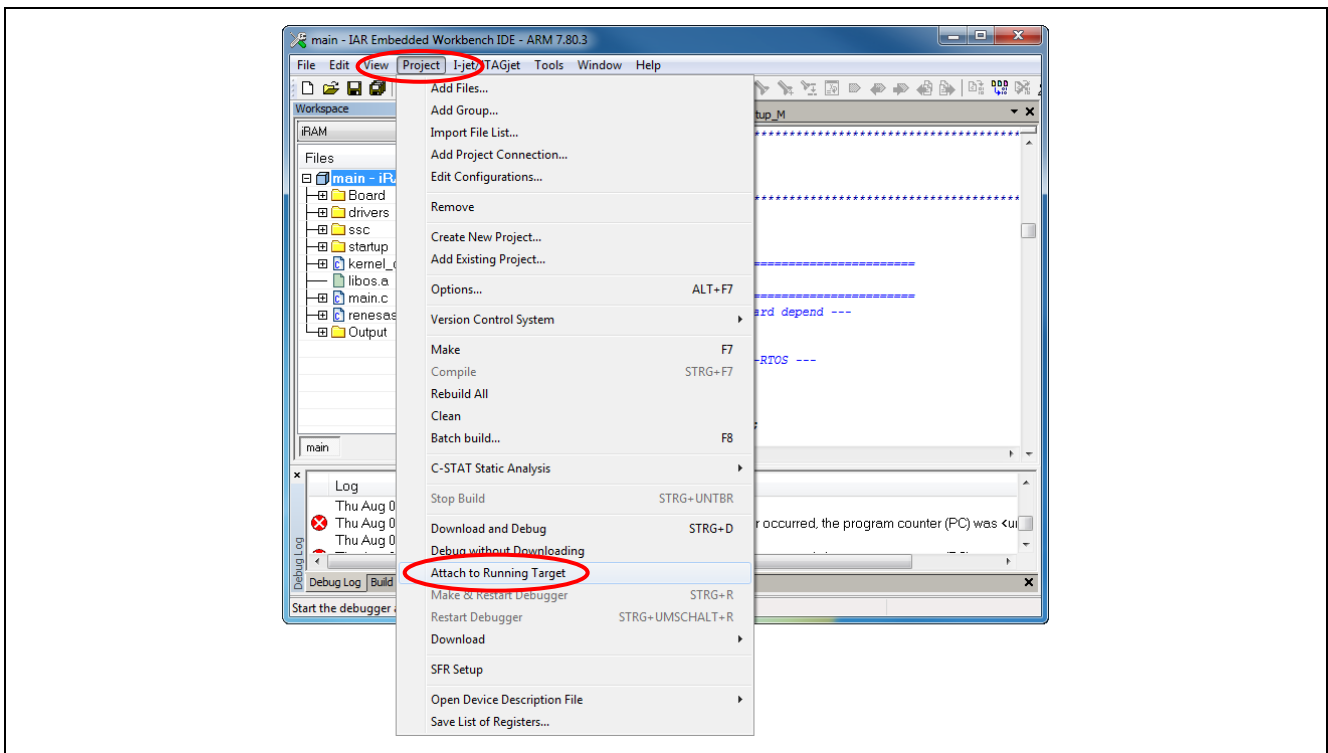

図 3.22 Cortex-M3 コアのデバッグ開始
- (c) Cortex-M3 側の EWARM 上で、「Project」メニューから「Attach to running target」を選択し (図 3.22)、デバッガが開いたら Cortex-M3 のデバッグを行います。